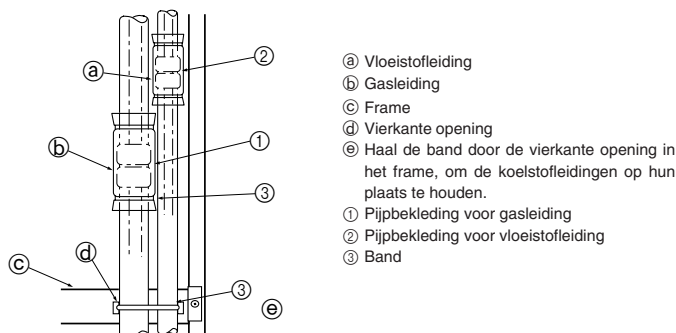

Fig. 4-5
Maak een volledige isolatie rondom de koppelingen ① en ② van de gas- en koelstofleidingen. Als de isolatie niet volledig is, kan er condens van deze plaatsen afdruppelen. (Fig. 4-5)
- Bevestig de bekleding van de gasleiding ① en die van de koelstofleiding ② aan beide uiteinden, zodat deze niet kunnen schuiven en op een lijn met elkaar liggen.
- Gebruik een band ③ om de koelstofleiding aan het frame te bevestigen (onder de koppeling), nadat u de bekleding ervan heeft aangebracht. Door deze bevestiging kan de koelstofleiding niet loskomen van het frame. (Als de koelstofleiding loskomt van het frame, kan de grill niet worden geïnstalleerd.)